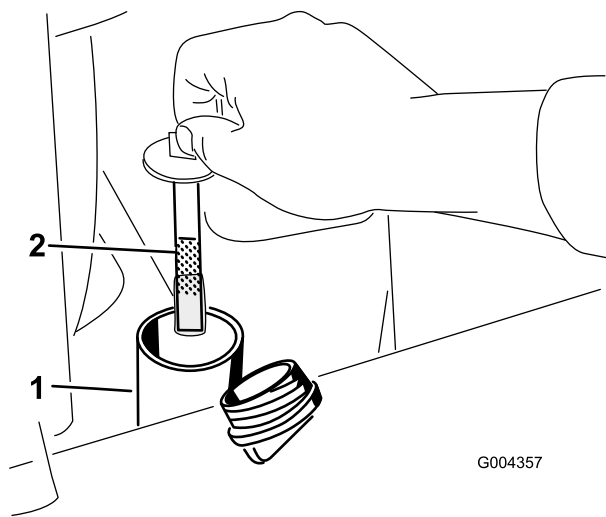

Figura 19
6. Retire el tapón del cuello de llenado y compruebe en la varilla el nivel de aceite (Figura 19).